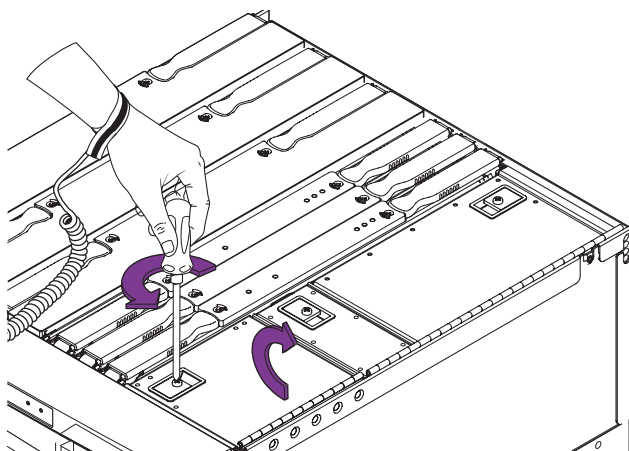

図 5-6 メディアベイのアクセスタアの開け方
8. メディアベイのアクセスドアを開きます。ラッチのねじを緩めます (図 5-6)。ラッチを解除して、カバーを持ち上げます。